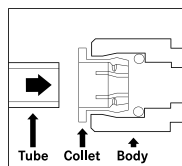

Рис. 1
- ▶ Вставьте трубопровод под прямым углом (Рис. 1).